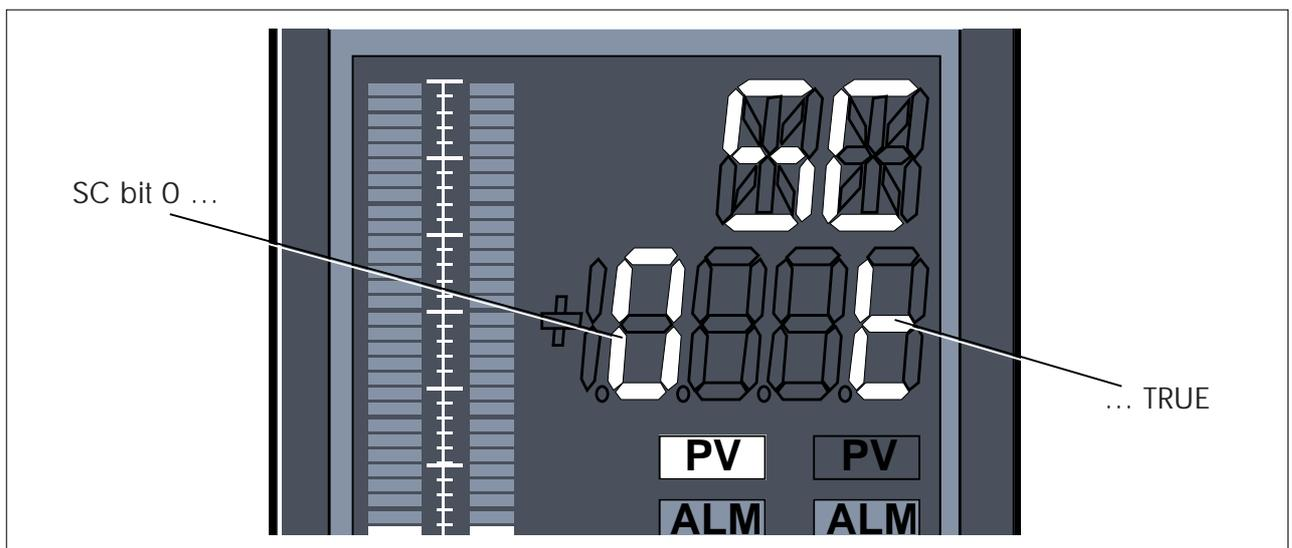

Fig. 3-10 Es. di visualizzazione bit in parametri esadecimali
- 2 Premete PAR per vedere il valore 0 nel display a 4^{1/2}-digit . Il numero del bit e' a sinistra del display e il suo valore — t(rue) o F(alse) — a destra. Fig. 3-10 ne da' un esempio. Se bit 0 e' quello da modificare, passate al punto 4.